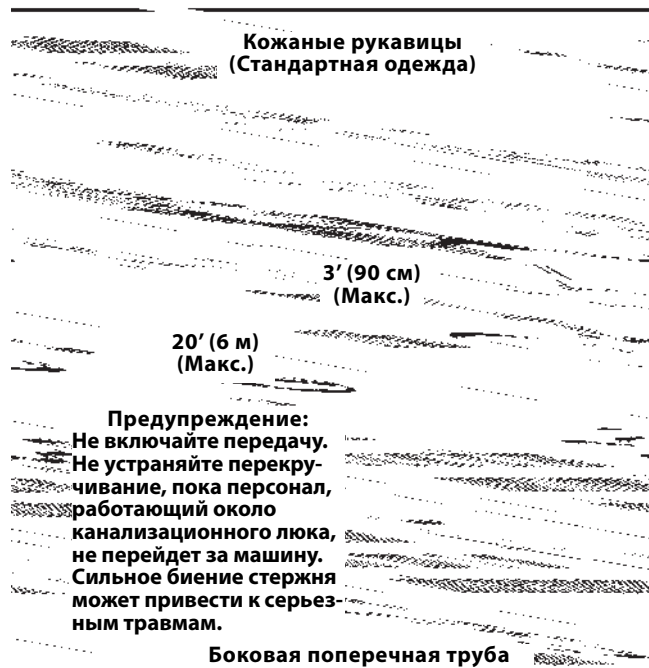

Рис. 3 – Использование стержневой прочистной машины
⚠ ВНИМАНИЕ! Всегда придерживайтесь правильного порядка выполнения операций, чтобы сохранить надлежащий контроль над машиной и стержнями, и избежать серьезных травм (рис. 3).
11. При перемещении машины вперед, работник со стержнями должен нажимать на стержень вниз, пропуская его между большими пальцами и ладонями, при этом все пальцы должны быть выпрямлены (рис. 3).